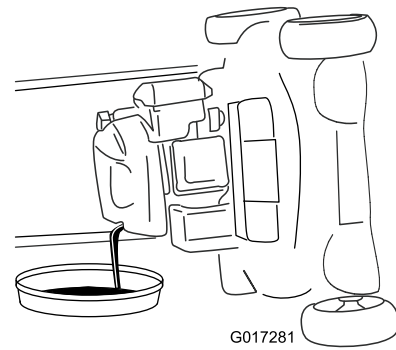

**Figura 29**
3. Retire la varilla girando el tapón en el sentido contrario a las agujas del reloj y tirando del mismo (Figura 29).
10. Observe el nivel de aceite en la varilla (Figura 29).